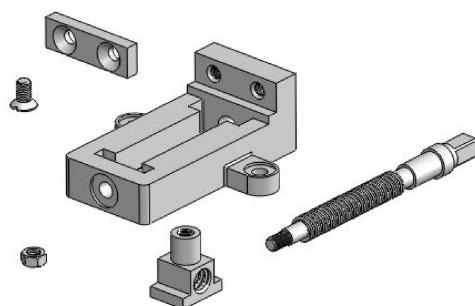

图 7-51 插入其他零部件
- 03 同理，使用【装配体】选项卡中的【插入零部件】工具执行相同操作，依次将丝杠、钳口板、螺母、方块螺母和开槽沉头螺钉等零部件插入到装配环境中，如图 7-51 所示。